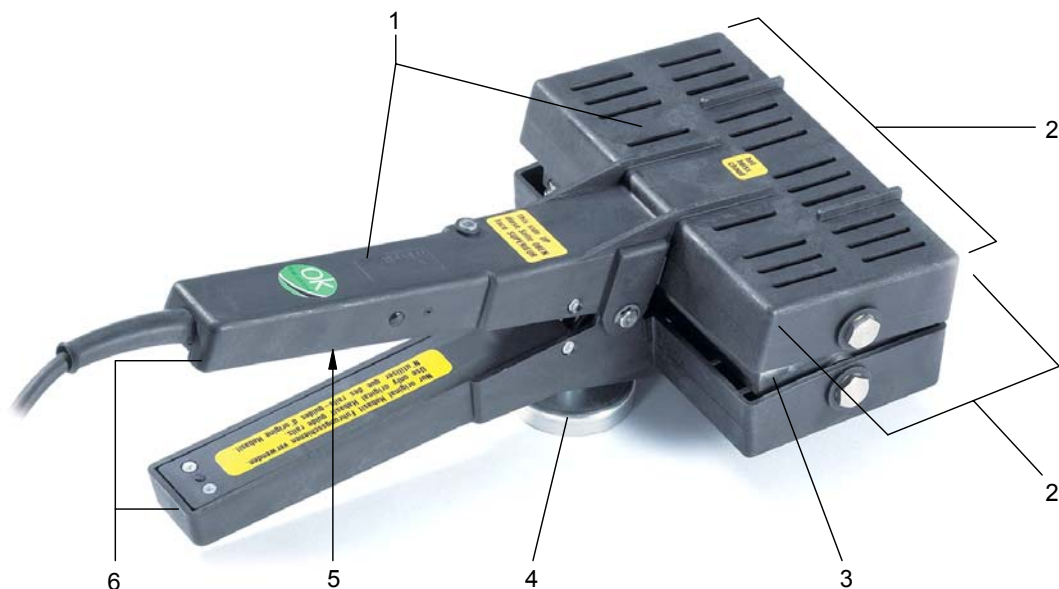

Рисунок 3
- ❑ После того, как концы ленты вложены в соответствующую направляющую шину фиксированной ширины (рис. 3) или регулируемой ширины (рис. 5) и закреплены покрывающей пластиной, оба зажима следует установить в угольнике, чтобы лента не сдвигалась во время процесса горячего прессования.